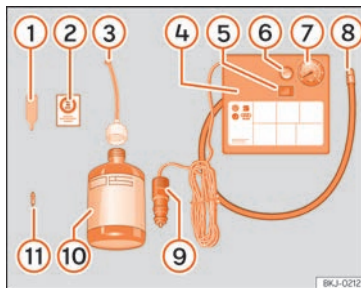

Fig. 67 Rappresentazione standard: contenuto del kit per la riparazione degli pneumatici.
- Svitare il cappuccio e l'elemento di tenuta della valvola del pneumatico. Utilizzare l'apparato » fig. 67 ① per estrarre l'elemento di tenuta. Collocarlo su una superficie pulita.
- Agitare vigorosamente la bomboletta del sigillante per pneumatici » fig. 67 ⑩.
- Avvitare il tubo di gonfiaggio » fig. 67 ③ alla bomboletta del sigillante. La piombatura della bomboletta si rompe automaticamente.
- Rimuovere il tappo del tubo di riempimento » fig. 67 ③ e avvitare l'estremità aperta del tubo alla valvola dello pneumatico.
- Ricollocare l'elemento di tenuta con l'apparato » fig. 67 ① nella valvola del pneumatico.
- Avvitare il tubo di gonfiaggio dello pneumatico del compressore » fig. 67 ⑧ nella valvola dello pneumatico.
- Verificare che la vite di sfianto dell'aria sia chiusa » fig. 67 ⑥.
- Collegare il connettore » » fig. 67 ⑨ a una presa elettrica a 12 V del veicolo » » pag. 162.
- Collegare il compressore ad aria con l'interruttore ON/OFF » » fig. 67 ⑤.
- Applicare l'adesivo » » fig. 67 ② sul quadro strumenti, all'interno del campo visivo del conducente.